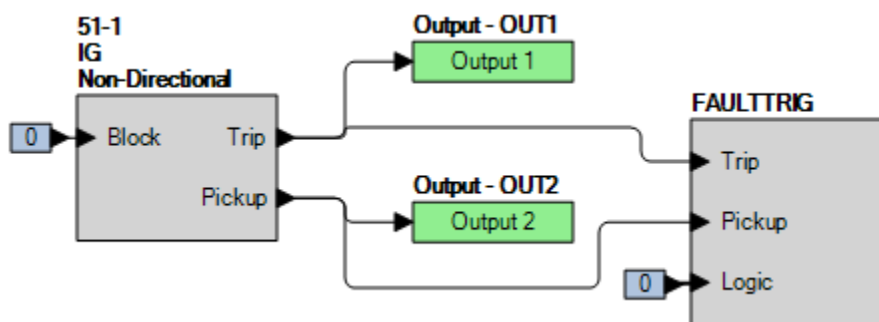

Figure 74-4. Paramètres BESTlogicPlus (mode IG)
Étape 2 : Utilisez BESTCOMS*Plus* pour configurer la Logique programmable BESTLogic*Plus* illustrée dans la Figure 74-4.
Étape 4 : Préparez la surveillance de l'exécution de la fonction 51-1. Cette exécution peut être vérifiée en surveillant la sortie OUT2 (voir Figure 74-4).
Étape 5 : Connectez une source de courant aux bornes D7 et D8 (IG).